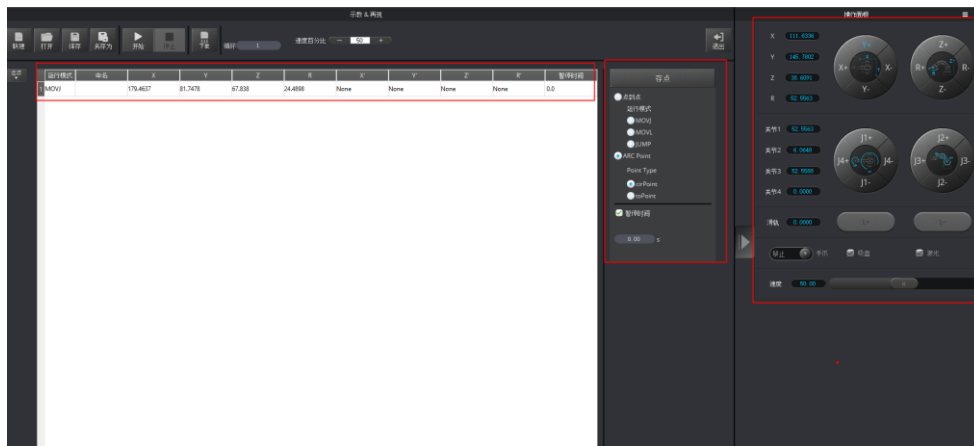

图 5.20 存起始点 A
5. 单击“存点”，保存A点对应的Magician Lite坐标信息。如图 5.20所示。